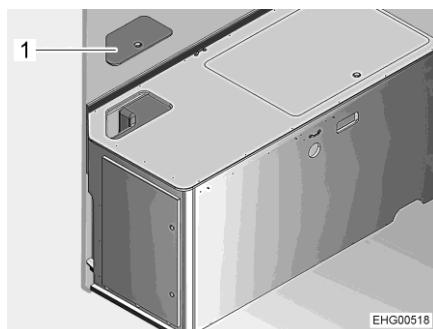

Fig. 120 Armazón de la cama a la izquierda
- Retirar la tapa de servicio (Fig. 120,1).